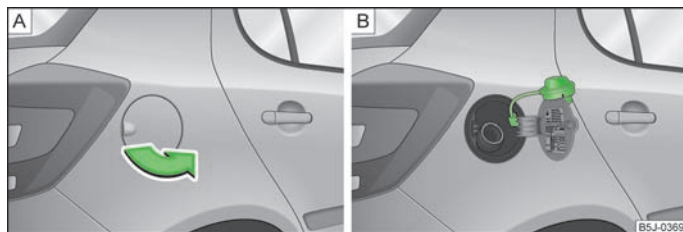

Fig. 115 Lado traseiro direito do veículo: Tampa do depósito / Tampa do depósito com tampão de despertar
Na face interior da tampa do depósito de combustível poderá encontrar o tipo de combustível correcto para o seu veículo, assim como as dimensões dos pneus e a pressão de ar dos pneus » Fig. 115 - [B].
- Abra a tampa do depósito de combustível à mão » Fig. 115 - [A].
- Desaperte o tampão do depósito para a esquerda e encaixe-o na parte superior da tampa do depósito » Fig. 115 - [B].